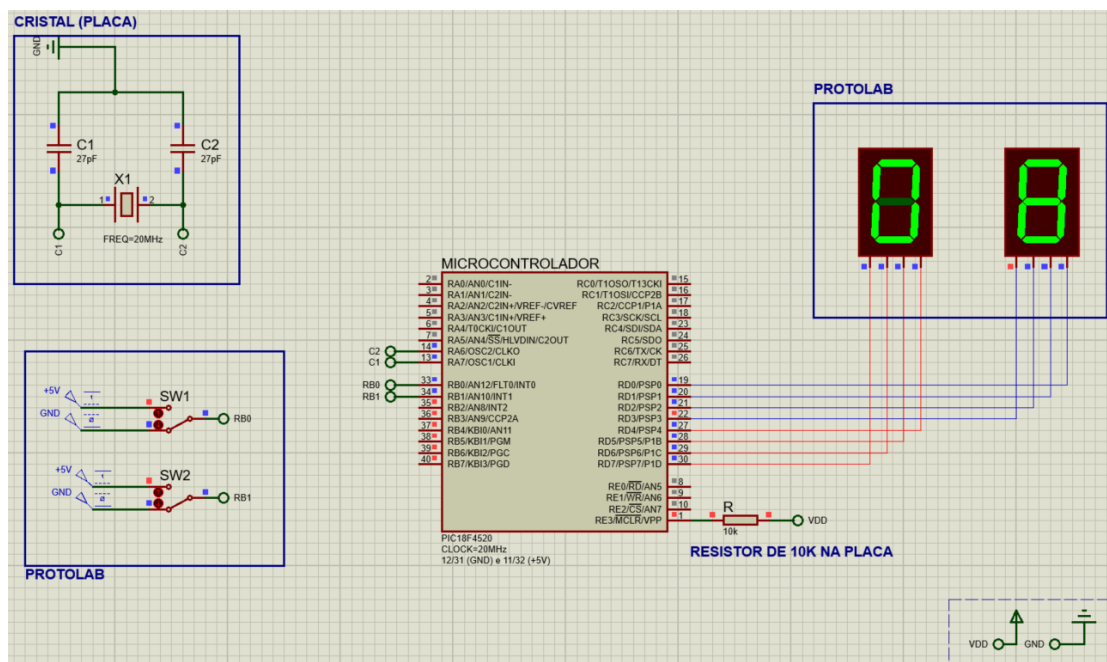

**Figura 1.2:** Exportação do arquivo .hex para o PIC no Proteus.
- Em *Program File*, selecione o arquivo .hex, conforme ilustrado na Figura 1.2.